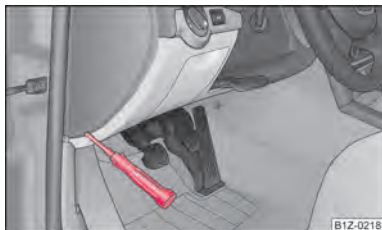

Fig. 176 Cubierto de fusibles: lado izquierdo del cuadro de instrumentos
- Retire la tapa de los fusibles en el lado del cuadro de instrumentos con ayuda de un destornillador → fig. 176, o la tapa de los fusibles en el vano motor → página 219.